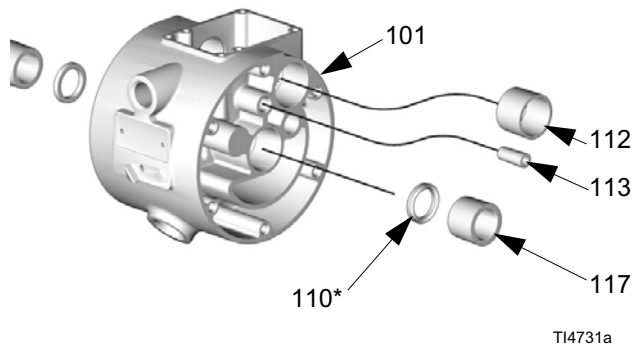

Рис. 24
8. Осмотрите мембранный вал (121) и убедитесь в отсутствии признаков износа или царапин. Если вал поврежден, то осмотрите подшипники (117), не снимая их. Если подшипники повреждены, то смотрите раздел Снятие подшипников и прокладок крышки воздушной секции на страница 28.
9. Введите в центральный корпус (101) съемник уплотнительных колец, подцепите П-образные кольца (110) и извлеките их из корпуса. Это может быть сделано без съема подшипников (117). См. Рис. 24, стр. 28.
1. Установите уплотнения П-образного сечения для вала (110\*) так, чтобы их кромки были обращены наружу из корпуса (101). Нанесите на уплотнения смазку. Смотрите Рис. 24, страница 28.
2. Нанесите состав Loctite® высокой прочности (красного цвета) или эквивалентный герметик для закрепления болта (446a) на диафрагме (446), при необходимости. Установите пластину (445) с воздушной стороны на мембрану (446). Широкая закругленная сторона пластины должна быть направлена в сторону мембраны. Нанесите состав Loctite® средней прочности (синего цвета) или эквивалентный герметик на резьбовые части мембранного узла. Вкрутите узел в вал (121) и затяните усилием руки.
3. Смажьте вал (121) мембраны (по всей длине и на оба конца вала). Вставьте вал / блок мембраны в насос с одной стороны.
8. Если вы сняли подшипники (117) вала мембраны, введите в центральный корпус (101) съемник уплотнительных колец, подцепите П-образные кольца (110) и извлеките их из корпуса. Нанесите смазку на П-образные кольца. Смотрите Рис. 24. При необходимости, замените детали.